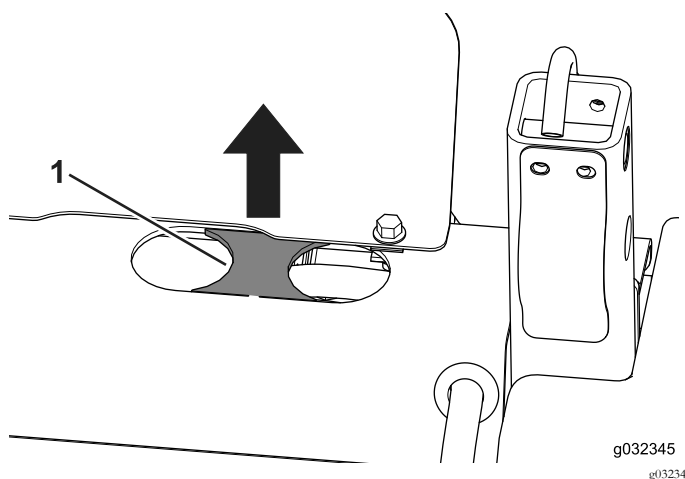

Рисунок 23
2. Удалите выбивной элемент между двумя отверстиями (при наличии) (Рисунок 23).